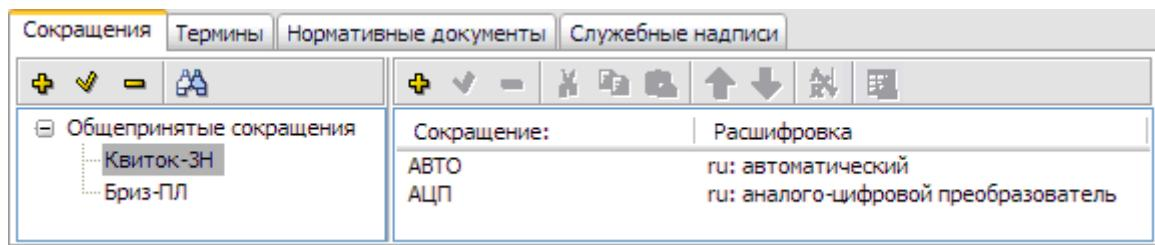

Рис. 7.13
- Нажмите на кнопку **Импорт**. В правом окне редактора появятся импортированные сокращения (Рис. 7.13).